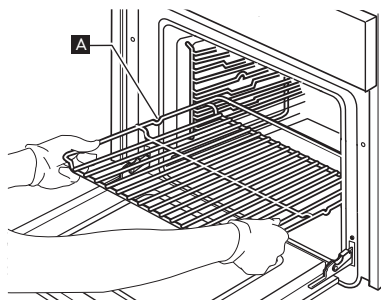

Abb. 1
1. Schieben Sie den Rost mit dem erhöhten Teil "A" nach oben zeigend waagrecht ein (Abb. 1).